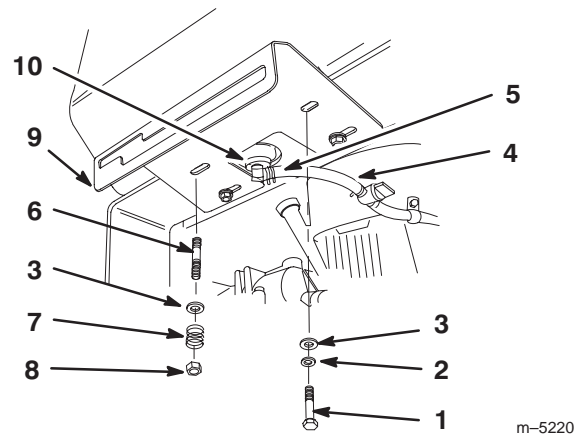

Bild 3
6. Sichern Sie die rechte Seite der Schalttafel und den Kraftstofftank (Bild 3) mit 2 Schrauben (5/16 x 7/8" (22 mm)), Sicherungsscheiben (5/16") und Scheiben (5/16") hinten am Chassis ab (Bild 3).
7. Sichern Sie die linke Seite der Schalttafel und den Kraftstofftank (Bild 3) mit 2 Bolzen, Scheiben (5/16"), Federn und Sicherungsmuttern (5/16") hinten am Chassis ab (Bild 3).
8. Schieben Sie die Schlauchschelle auf die Kraftstoffleitung (Bild 3).
9. Bringen Sie die Kraftstoffleitung an der Kraftstofftankverbindung an und sichern sie mit einer Schlauchschelle ab (Bild 3).